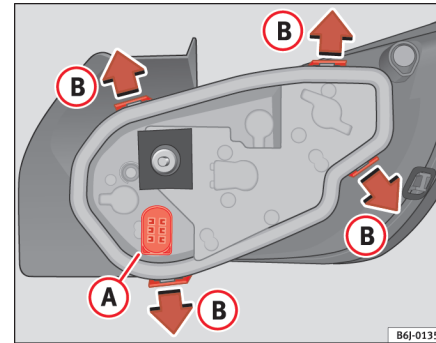

Fig. 157 Remplacer les ampoules des feux arrière
- Retirer le connecteur du logement (A) ⇒ fig. 157. ▶
- Retirer le porte-lampes en l'extrayant du boîtier. Appuyez pour cela sur les pattes de fixation **(B)** dans le sens des flèches ⇒ page 241, fig. 157.